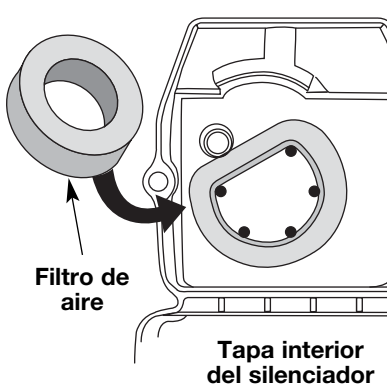

Fig. 25
2. Gire la tapa y ubique el filtro de aire adentro. Saque el filtro de aire de adentro de la tapa del filtro de aire / silenciador (Fig. 25).
6. Cambie el filtro de aire dentro de la tapa del filtro de aire / silenciador (Fig. 25).